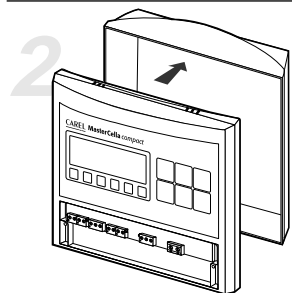

Fig. 2
- togliere il retro e aprire i due gusci (Fig.2);